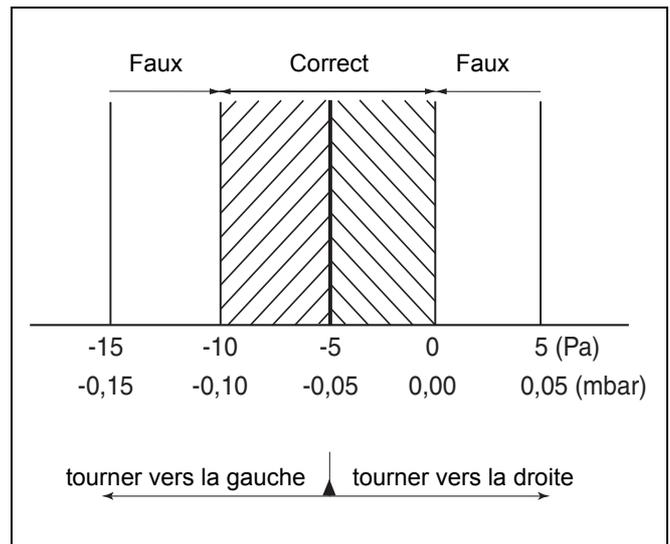
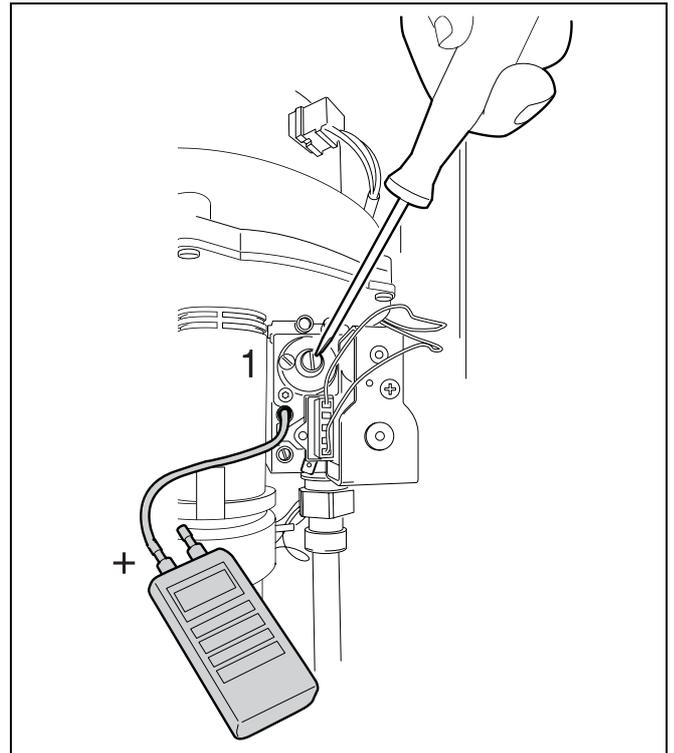

Fig. 26 Différence de pression air/gaz en charge partielle
Fig. 27 Réglage du rapport air/gaz
- Relever la différence de pression (rapport air-gaz). La différence de pression optimale est de -5 Pa (-0,05 mbar). La différence de pression doit se situer entre -10 et 0 Pa (fig. 26). Dans le cas contraire, procéder comme suit pour le réglage :
- Retirer le couvercle avec un tournevis plat (fig. 27, pos. 1).
- Régler la vis de réglage de la pression du brûleur à l'aide d'une clé à six pans creux (fig. 27, pos. 1) sur la différence de pression correcte (rapport air/gaz, fig. 26).
- Mettre le couvercle en place (fig. 27, pos. 1).